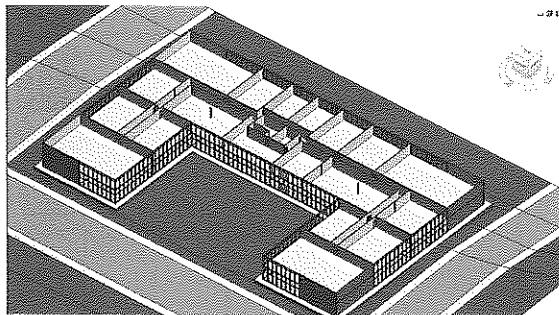

Figura A.71 – Vista 3D do pavimento tipo.
3. Antes de prosseguir, certifique-se de que as paredes e os pilares estão com a base no **Pav Tipo** e o topo no **Pav 2**, de acordo com a Figura A.71.